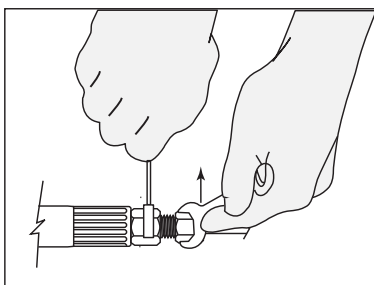

Fig. 16b
16.2 A l'autre extrémité de l'atténuateur de coup de bélier, connectez le tube d'alimentation en utilisant le même type de raccord que pour la valve d'alimentation, sans endommager les filets. Utilisez de nouveau la méthode à deux clés pour le serrage. Voir Fig. 16b.